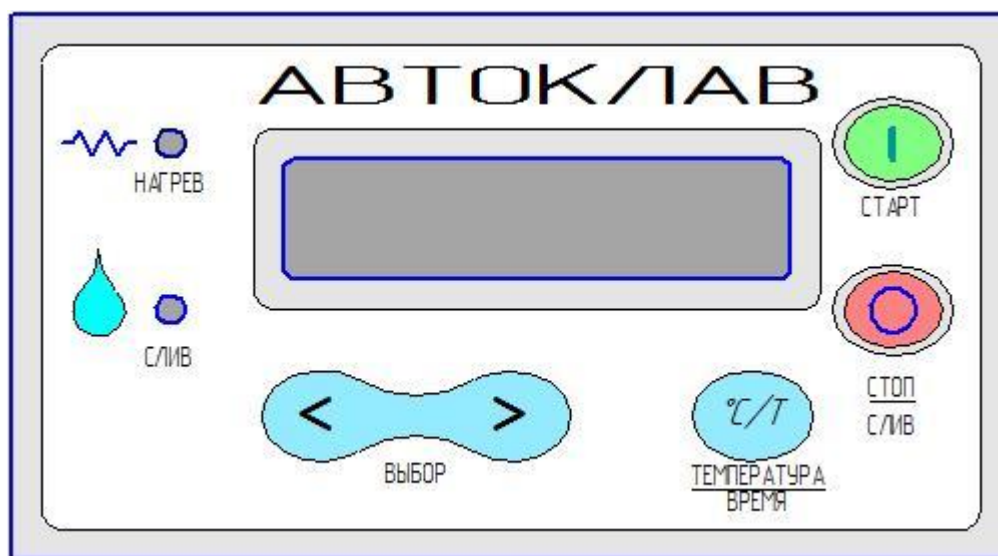

Рис. 4. Лицевая панель ЭБУ
5.2. ЭБУ состоит из микропроцессорного блока с цифровой индикацией. На лицевой панели (рис.4) находятся органы управления и индикации.
ЭБУ подключится к электроэнергии и перейдёт в режим выбора продукта (на дисплее выводится меню наименования продуктов, курсором указан выбранный продукт (рис.4). Автоклав запоминает параметры последней стерилизации (дистиляции).
- ЭБУ подключится к электроэнергии и перейдет в режим выбора продукта (засветится светодиод «Выбор продукта» (рис.4);
- на верхнем цифровом табло высвечивается температура и времярежима работы (стерилизация или дистилляция), выполнявшегося до этого, например, стерилизация мяса – температура 115°C, время 40мин (рис. 4);